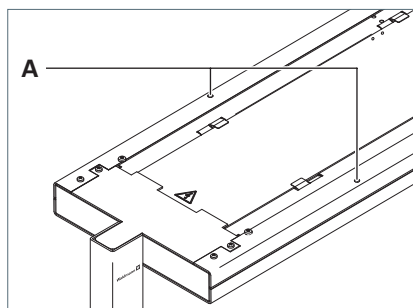

Fig. 11: Ajuster la tête du luminaire.
- Pour soulever la tête du luminaire, tournez les vis de réglage **A** dans le sens inverse des aiguilles d'une montre, voir Fig. 11.